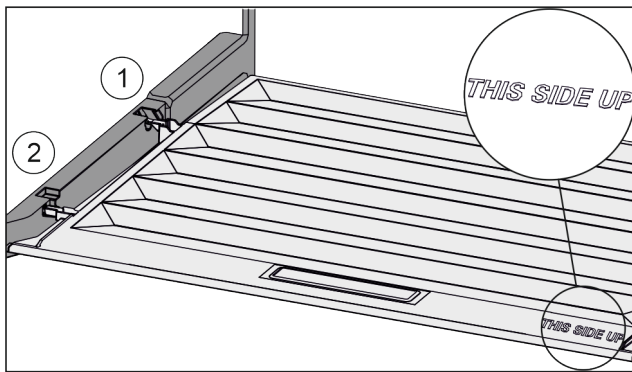

Fig. 94
- ▶ Deckelstege über Öffnung der hinteren Halterung Fig. 94 (1) einführen und vorne in Halterung Fig. 94 (2) einrasten.